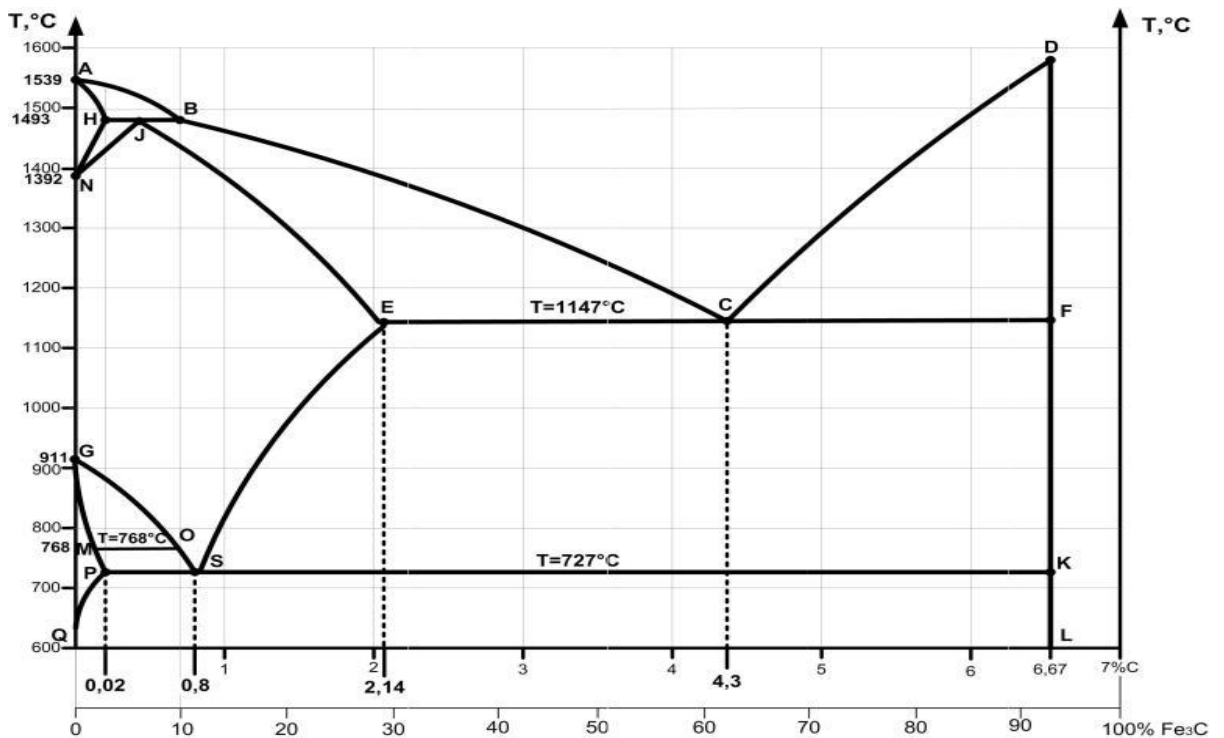

Рисунок 1 Диаграмма состояния железо-цементит
1. По диаграмме состояния железоуглеродистых сплавов (рисунок 1) построить кривую охлаждения для сплава с содержанием углерода 2,5%.